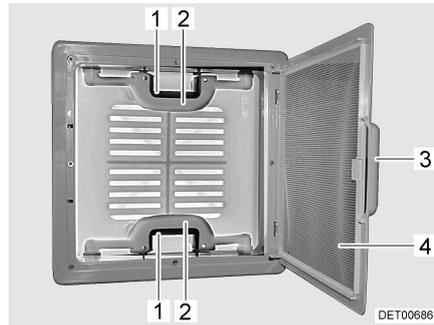

Bild 17 Dachhaube mit Schnappverschluss
- Am Griff (Bild 17,3) ziehen.
- Insektenschutz (Bild 17,4) nach unten klappen.
- Schnappverschluss (Bild 17,1) zur Innenseite der Dachhaube drücken. Gleichzeitig mit dem Griff (Bild 17,2) die Dachhaube nach oben drücken.
- Insektenschutz (Bild 17,4) nach oben schwenken, bis er einrastet.
- An beiden Griffen (Bild 17,2) die Dachhaube kräftig nach unten ziehen, bis beide Schnappverschlüsse (Bild 17,1) eingerastet sind.